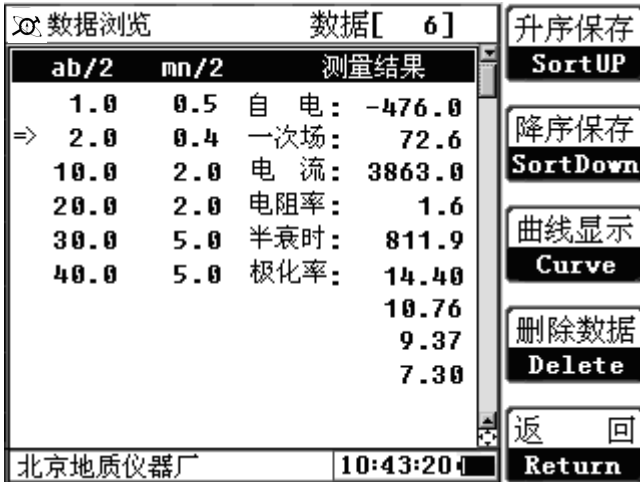
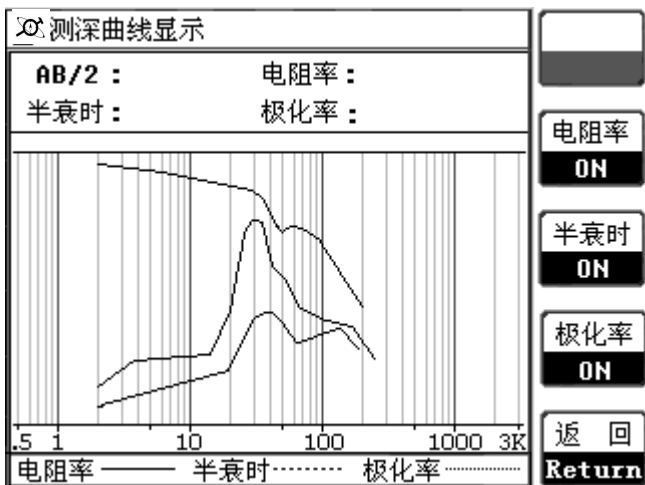

图 12
图 13
**数据浏览:** 按对应菜单可以进入当前项目测量数据浏览界面，如图12所示，左边显示的是对应点的数据，右边显示的是功能键提示，可以用【↑】【↓】键选择相应点，在**测量结果**下方则显示出对应点的数据，用户也可以通过右边的功能键对数据进行简单的操作，如排序、删除个别点的数据等。按**曲线显示**键时，仪器屏幕上将显示出当前项目的测量曲线图，如图13所示，显示电阻率、半衰时、极化率曲线。可以按屏幕右边的功能键使曲线分别单独显示。